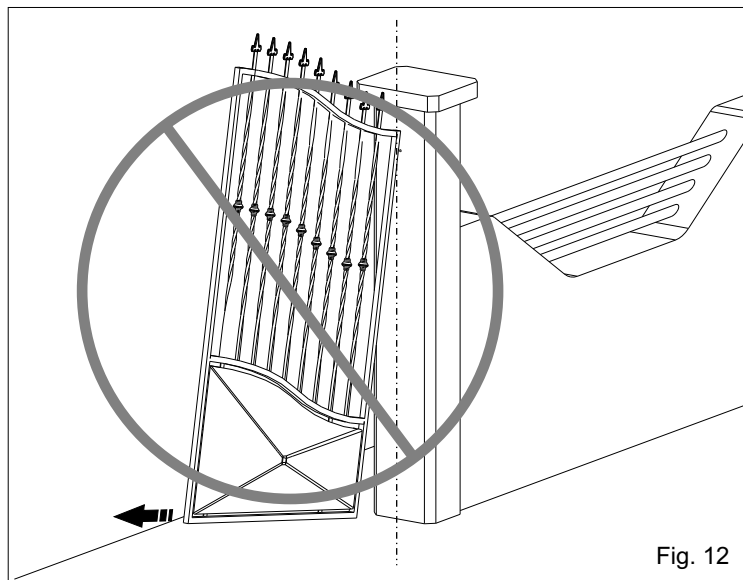
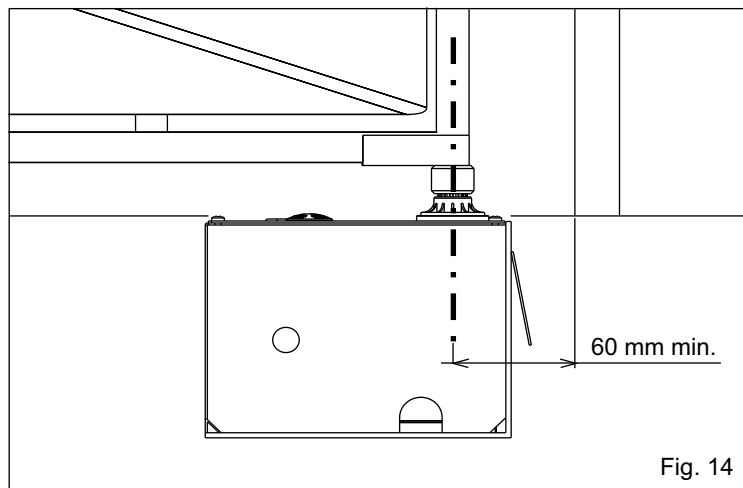

Fig. 12
Fig. 14
3.8. Faire beaucoup d'attention de ne pas positionner le vantail au dehors des axes (Fig. 12 et 13), mais faire de manière que l'arbre coïncide avec l'axe de rotation de la charnier en tenant compte que la distance minimum de la colonne est de 60 mm (Fig. 14).